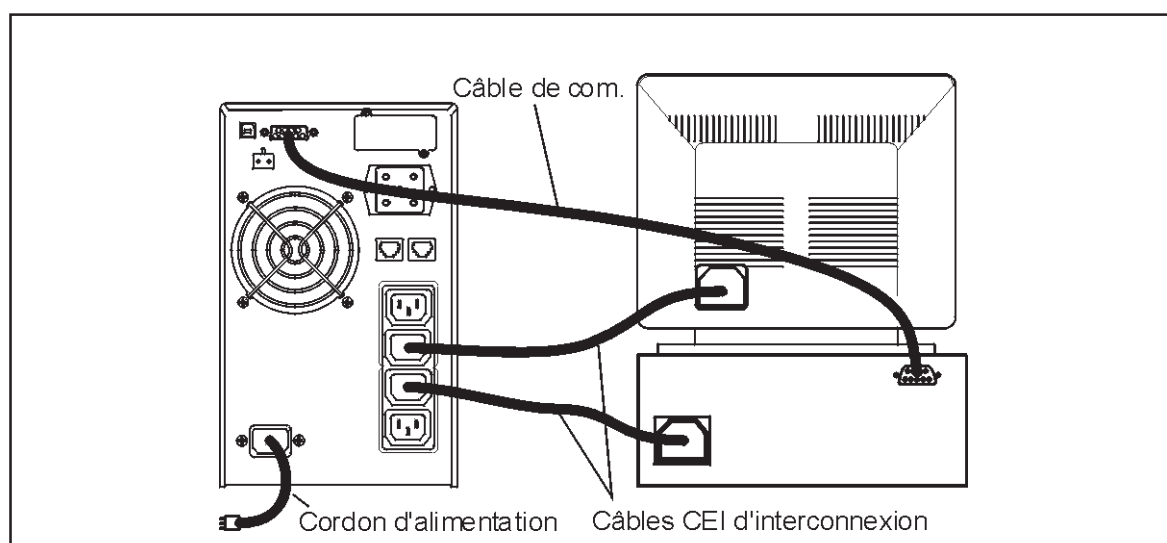

Fig. 3 Exemple d'installation de produits Plug&Play.
- Après chargement, connectez les charges à l'onduleur (voir un exemple dans la figure 3).